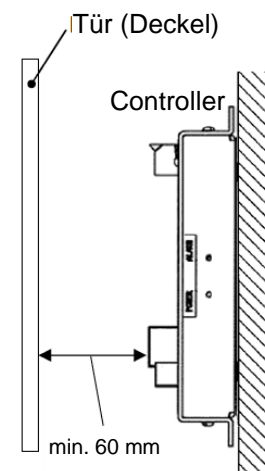

Abbildung 7
- Die Montage des Controllers in der Nähe einer Schwingungsquelle wie einem großen elektromagnetischen Schütz oder Sicherungsautomaten auf derselben Schalttafel ist zu vermeiden. Siehe Abbildung 7.